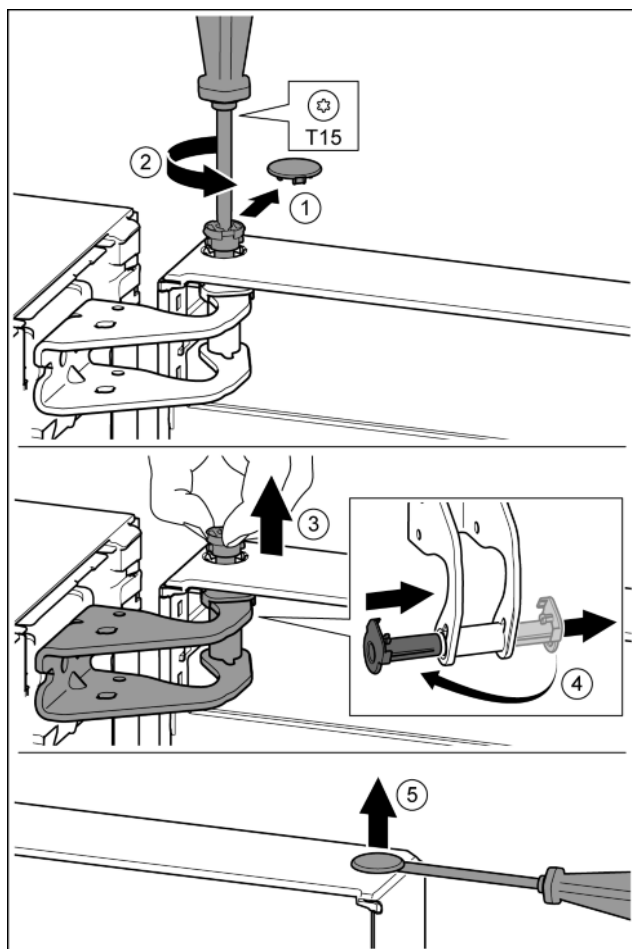

Fig. 9
- ▶ Ostrożnie zdjąć osłonę zabezpieczającą. Fig. 9 (1)
- ▶ Sworzeń wykręcić nieco przy pomocy śrubokręta T15. Fig. 9 (2)
- ▶ Przytrzymać drzwi i wyjąć sworzeń palcami. Fig. 9 (3)
- ▶ Tuleję łożyskową wyjąć z prowadnicy. Założyć z drugiej strony i zazębić. Fig. 9 (4)
- ▶ Zatyckę ostrożnie podważyć przy pomocy śrubokręta i wyjąć z tulei łożyskowej drzwi. Fig. 9 (5)